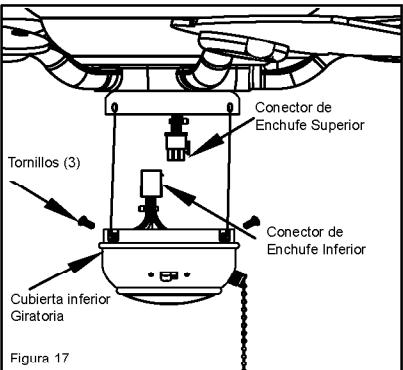

Figura 17
1. Retire los tres tornillos de instalación del lado de la cubierta giratoria inferior (Figura 17).